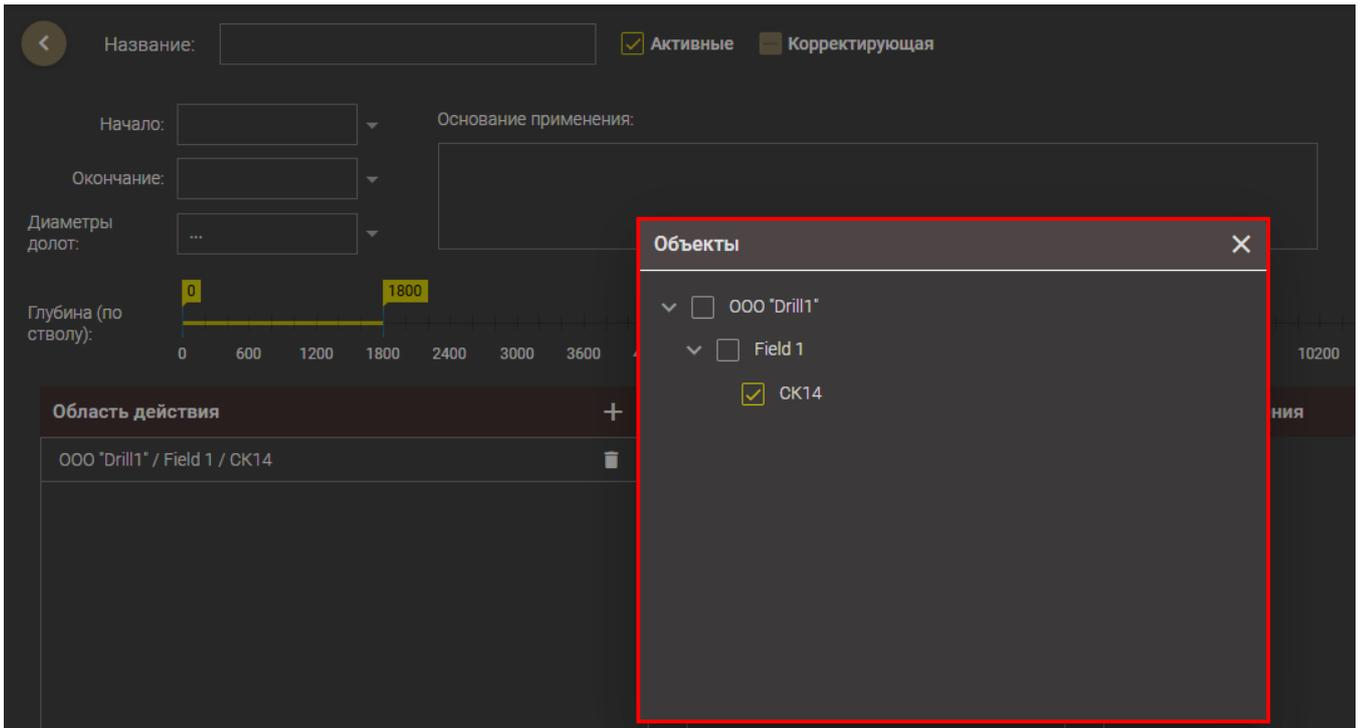

Рис. 2.12
- В таблицу *Область действия* добавляются объекты, к которым будет применена карта. По нажатию на кнопку  открывается окно ОБЪЕКТЫ (рис. 2.12), в котором выбирается объект (возможен множественный выбор) и нажимается кнопка . Для удаления объекта в таблице необходимо нажать кнопку  напротив него.